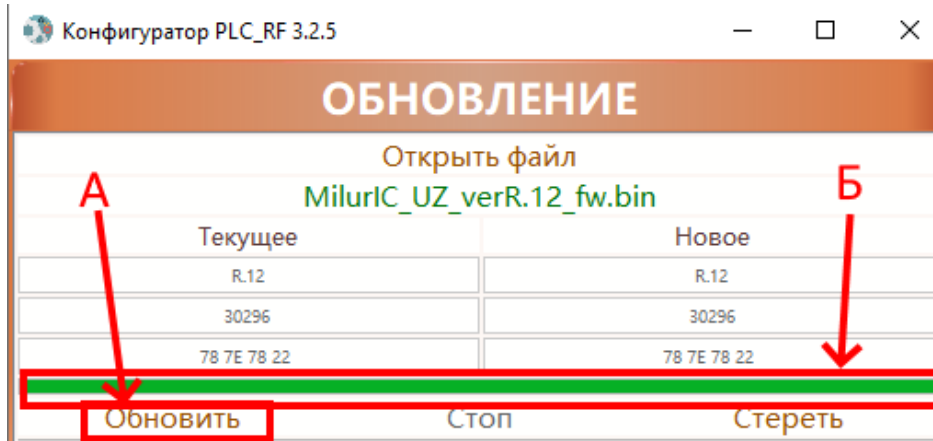

Рис. 7
8. Нажимаем «Обновить»(А) и ждём окончания процесса, прогресс бар должен полностью заполниться (Б) (рис. 7)